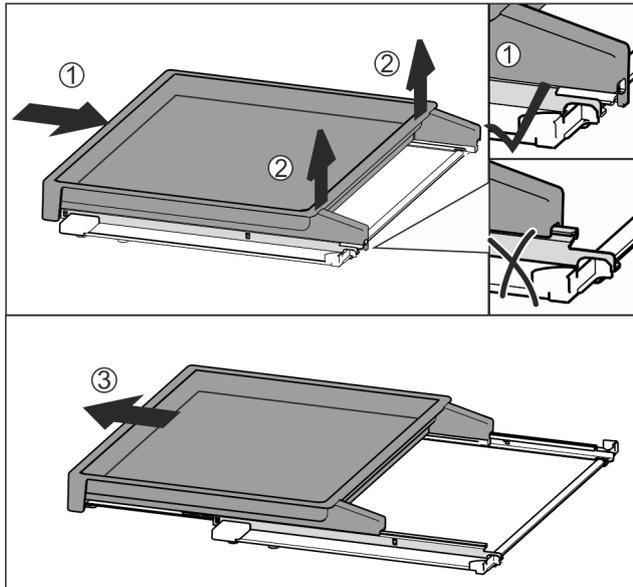

Fig. 32
- ▶ Introduzca por completo el estante extraíble *Fig. 32 (1)*.
- ▶ Suelte el enganche en el lado trasero *Fig. 32 (2)*.
- ▶ Retire el estante extraíble hacia delante *Fig. 32 (3)*.